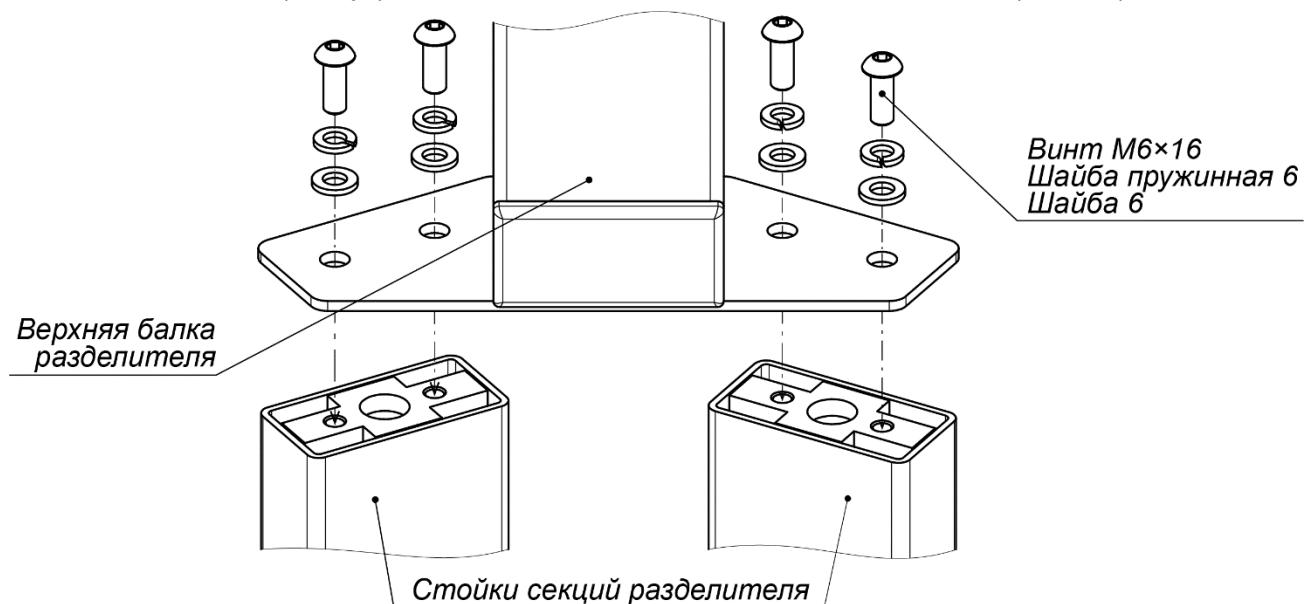

Рисунок 12. Установка верхней балки разделителя
7. Распакуйте секции разделителя (5) и верхнюю балку разделителя (8) (ящик №6).
- Установите обе секции разделителя (5) на установочную поверхность, ориентируя отверстия в опорных фланцах по расположению анкеров.
9. Установите верхнюю балку разделителя в стойки разделителя и зафиксируйте ее винтами M6×16 (8 штук) с шайбами, входящими в комплект поставки (рис. 12).